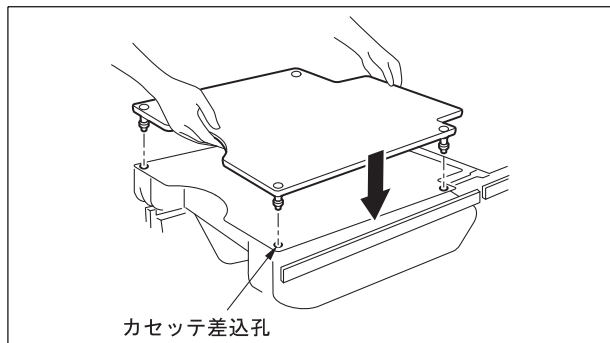

図3
- 1-3 臥床板のカセット差込孔に合わせてまっすぐに差し込みます。（図3）
2-3 臥床板のカセット差込孔に合わせてまっすぐに差し込みます。(図3)